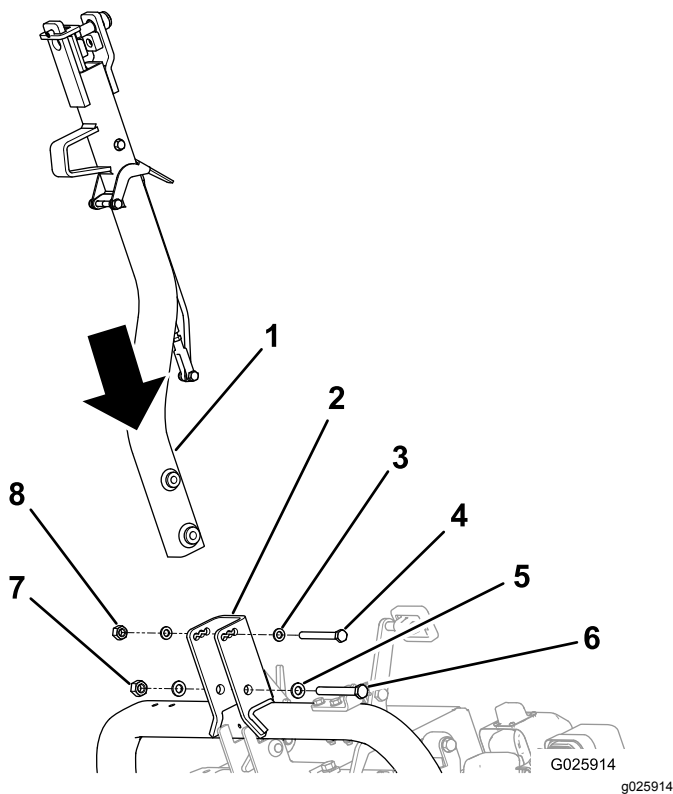

Figura 5
2. Fissate l'attacco alla relativa staffa orientabile con la bulloneria necessaria; fate riferimento a Figura 5.